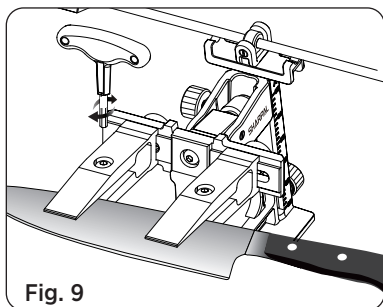

Fig. 9
3. Passen Sie die Klingenposition an, sodass der Abstand vom Ende jeder Klemme zur Schneide für beide Klemmen gleich ist. Sobald die Klingenposition korrekt eingestellt ist, ziehen Sie die Befestigungsschrauben an beiden Klemmen mit dem Schlüssel fest (Siehe Fig. 9).